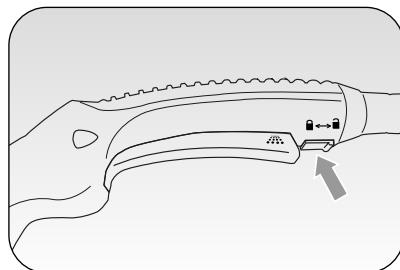

Fig. 4
Om te voorkomen dat u per ongeluk stoom spuit, moet u de vergrendeling/ontgrendeling (B) van onder naar boven schuiven (↗) om de stoomknop te ontgrendelen en van boven naar onder (↘) om de knop te vergrendelen (Fig. 4).